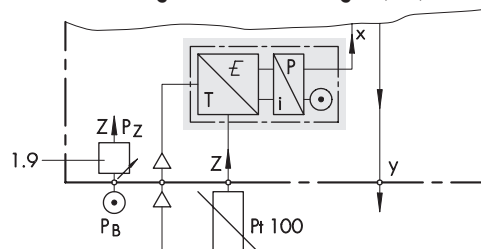

Bild 5: Wirkbild, Festwertregler für Temperatur, Ausführung mit Reglerstation Typ 3432-02
Die in Bild 4 dargestellte Reglerstation (Festwertregler) enthält Skala (1.2), Istwertanzeige (1.3), Sollwerteneinsteller (1.4) und Steckverbindungen zur Aufnahme eines Reglerbausteins (3). Beim Herausziehen des Bausteins werden die pneumatischen Steckverbindungen dicht abgeschlossen. Das Istwertsignal x erzeugt an dem Balg-Messsystem der Istwertanzeige (1.3) einen Ausschlag, der über ein Zeigerwerk auf den Zeiger übertragen wird. Der Sollwert (Führungsgröße w) ist von vorne an der Skala (1.2) einstellbar. Die Stellung des Sollwerteneinstellers (1.4) wird über ein Zeigerwerk auf den Sollwertgeber übertragen. Dieses Nachlaufsystem (1.41) formt den eingestellten Sollwert in ein pneumatisches Sollwertsignal (w) um, das dem Reglerbaustein zugeführt wird. Der Reglerbaustein vergleicht Istwert- und Sollwertsignal (x und w) und steuert in Abhängigkeit von der Regelabweichung und den eingestellten Regelparametern das Stellsignal y_A aus. Das Stellsignal ist mit der Stelldruckanzeige (1.5) und dem Ausgangsanschluss y verbunden. Die in Bild 5 gezeigte Reglerstation entspricht weitgehend der Ausführung nach Bild 4. Sie enthält jedoch zusätzlich einen Hand/Automatik-Schalter (1.6), einen Einsteller für Handbetrieb (1.7) und eine Differenzdruckanzeige (1.8). Stelldruckanzeige (1.5) und Ausgangsanschluss y sind bei Schalterstellung AUTOMATIK mit dem Automatik-Stellsignal y_A und bei Schalterstellung HAND mit dem am Einsteller (1.7) eingestellten Hand-Stellsignal y_H verbunden. Eine stoßfreie Umschaltung von Hand- auf Automatikbetrieb ist möglich, wenn der Differenzdruckanzeiger die Übereinstimmung von y_A und y_H anzeigt.
Die Reglerstationen können auf Wunsch mit 1 oder 2 an der Skala einstellbaren induktiven Grenzkontakten geliefert werden. Wahlweise auch mit Zuluft-Druckregler (1.9, vgl. Bild 5). Dann eignet sich das Gerät für den Anschluss an einen Betriebsluftdruck von 2,0 bis 12 bar. Der zusätzliche Druckregler reduziert und regelt den Betriebsluftdruck (p_B) auf den erforderlichen Zuluftdruck (p_Z) von 1,4 bar oder 20 psi. Näheres zum Zuluftdruckregler und Zuluftdruckregelstation Typ 708-... in ► T 8545.